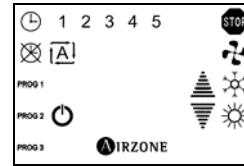

Fig. 28 - Selección del Modo de climatización o temperatura de consigna
- 8) Según si está configurando un programa sobre el modo de climatización (P2) o sobre la temperatura de consigna (P1), realice la selección que corresponda y confirme con una pulsación corta sobre el icono AIRZONE (Fig. 28). La selección de la